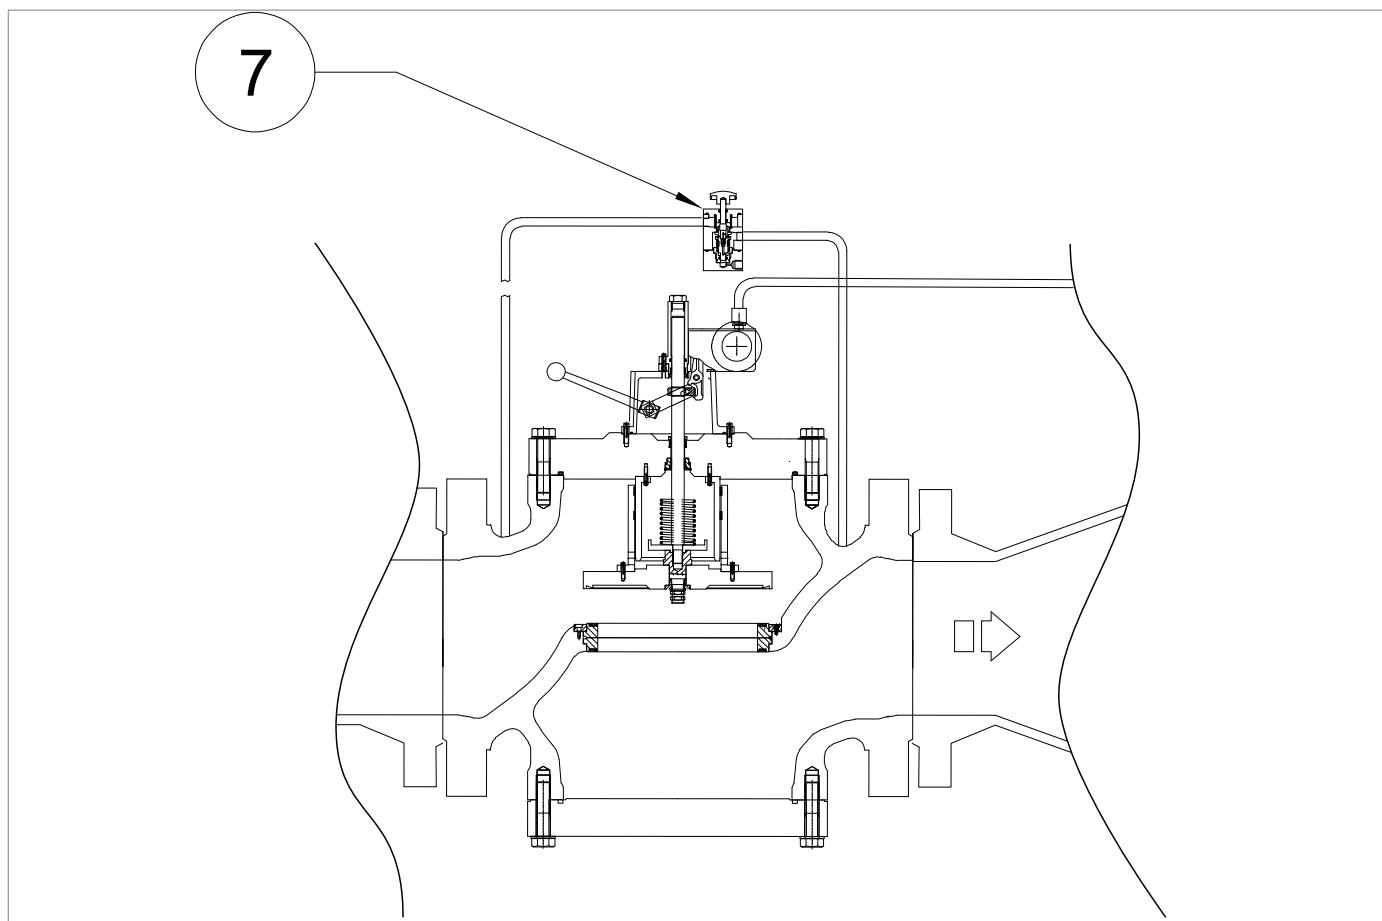
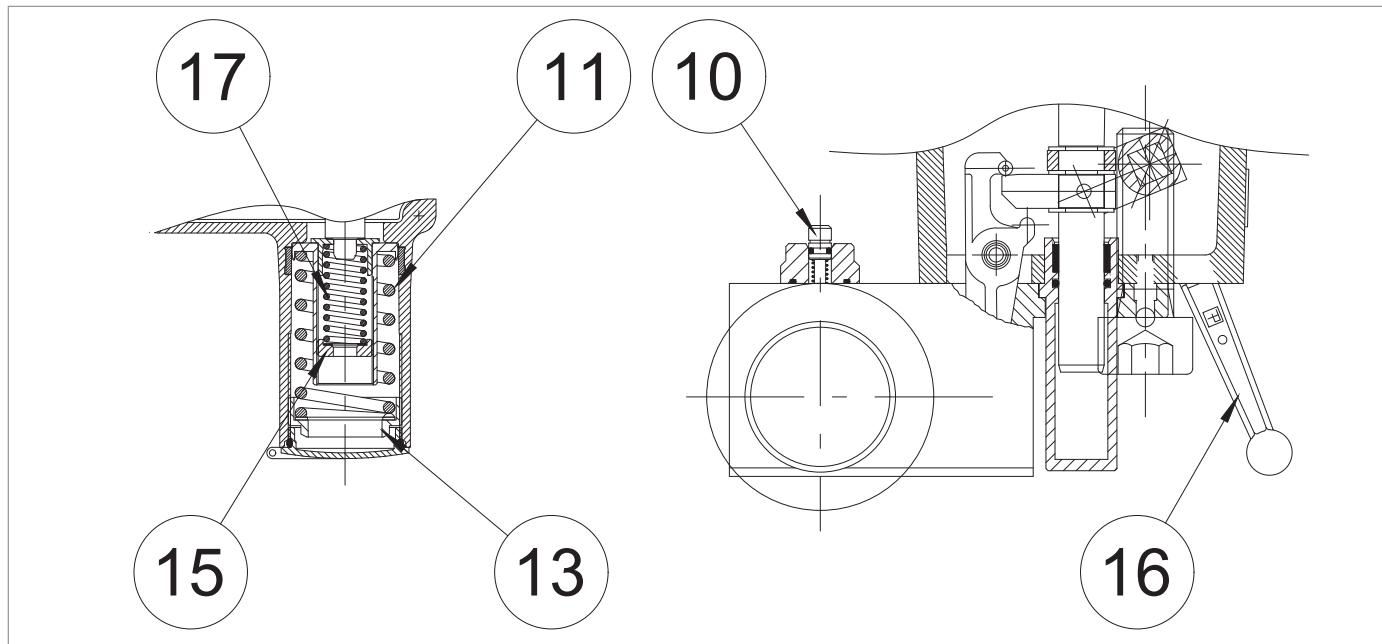

Fig. 8.13. Detalle by-pass HP2/2 sólo válido para 10"
Fig. 8.15. Calibración de los presostatos Mod.100
2	<p>Compruebe que la válvula de bloqueo (3) esté en posición cerrada.</p> <p>! ¡ATENCIÓN! Si la válvula de bloqueo (3) está en posición abierta, ciérrela mediante el botón manual (Fig. 8.15, ref.10).</p>
5	<p>a- VÁLIDO DE 1” A 8” Presurice lentamente la línea de transporte o regulación, actuando sobre la palanca de rearme (Fig. 8.15, ref. 16) de la válvula de bloqueo (consulte la sección "Funcionamiento" del apdo. 4.2), comprobando que la presión aguas abajo (Pd) indicada por el manómetro aguas abajo (5) es un 20% inferior al valor de disparo del presostato.</p> <p>b- VÁLIDO SÓLO PARA 10” Presurice lentamente la línea de transporte o de regulación pulsando el botón de by-pass HP2/2 (Fig. 8.13, ref. 7) de la válvula de bloqueo (consulte la sección "Funcionamiento" del apdo. 4.2), comprobando que la presión aguas abajo (Pd) indicada por el manómetro aguas abajo (5) es un 20% inferior al valor de disparo del presostato.</p>